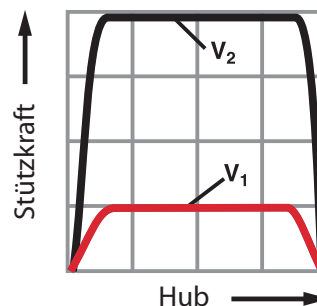

Abbildung 2
**Veränderung der Aufprallgeschwindigkeit:** Eine Erhöhung der Aufprallgeschwindigkeit (bei unveränderter Aufprallmasse) führt zu einer gravierenden Erhöhung der daraus resultierenden Stützkraft. Stoßdämpfung ist eine geschwindigkeitsabhängige Größe. Deshalb muss dieser entscheidende Einfluss sorgfältig in Betracht gezogen werden. Abbildung 2 veranschaulicht die grundlegende Änderung der Stützkraft bei Erhöhung der Geschwindigkeit.